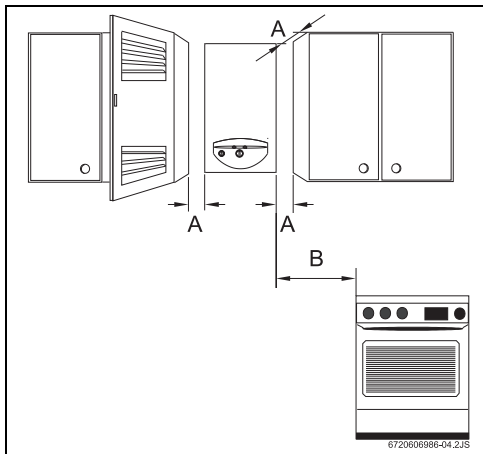

Fig. 14 Distâncias mínimas
- ▶ Respeitar as medidas mínimas de instalação indicadas na Fig 14.
- ▶ Assegurar o bom acesso nos trabalhos de manutenção, respeitando as distâncias mínimas indicadas na Fig. 14.